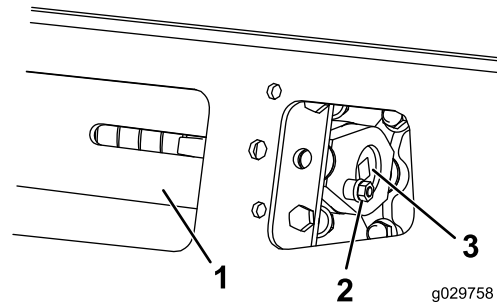

Bild 59
- Entfernen Sie die Befestigungsschraube, Distanzstück und Mutter (Bild 59).
- Fluchten Sie die am nächsten liegende Kerbe in der Spannschraube mit dem Loch der Befestigungsschraube aus und befestigen Sie die Schraube mit der Befestigungsschraube und Mutter (Bild 59).
4. Entfernen Sie die Befestigungsschraube und Mutter (**Bild 59**).
5. Lösen Sie die Antriebsspannung mit einer Ratsche (1/2"), indem Sie die Spannschraube nach rechts drehen (**Bild 59** und **Bild 65**).